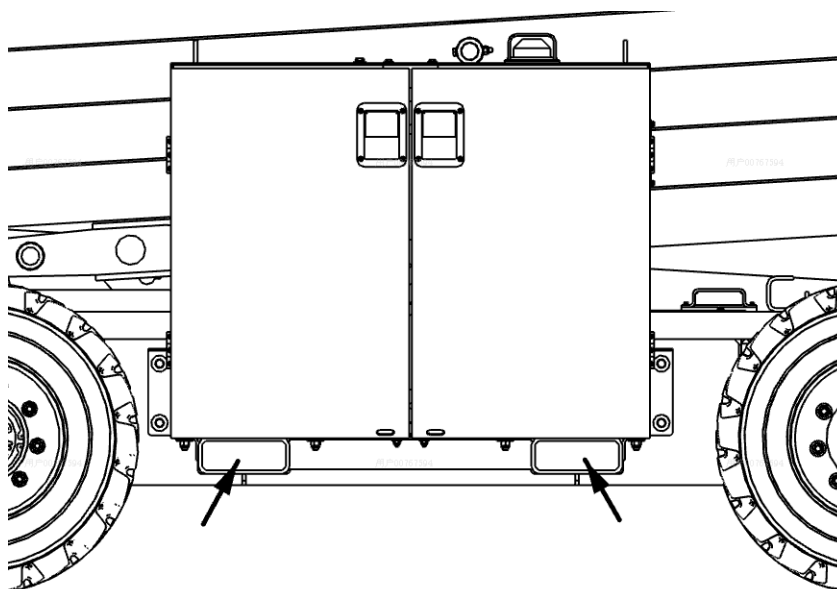

Рисунок 4-3 Схема выемок для вилочного погрузчика
- 3) Используйте выемки для вилочного погрузчика на обеих сторонах коробки, см. Рисунок 4-3;